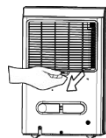

Fig. 14
- För att ta bort filtret, dra filtret utåt (se fig. 14).